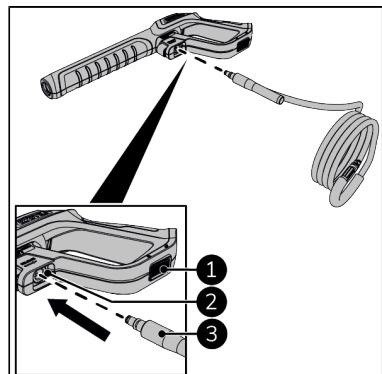

Abbildung 52.
1. Stellen Sie sicher, dass die Sicherheits sperre unter dem Auslöser verriegelt ist (Abbildung 52, Pos. 1).
2. Verbinden Sie den Hochdruckschlauch (Abbildung 52, Pos. 3) mit der Stahlpistole (Abbildung 52, Pos. 2).